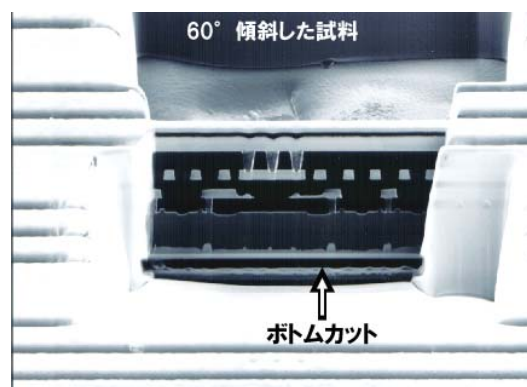

Fig. 2-4 ボトムカット
- ① FIBチャンバに試料をセットし、希望する部分の薄膜加工を行うが、最終的に薄膜を分離するために、Fig. 2-4に示す通り膜厚が $0.5 \sim 1 \mu\text{m}$ 程度であらかじめボトムカット（試料を 60° 傾斜し、薄膜部分の底部にイオンビームにより切りこみを入れておく）する必要がある。